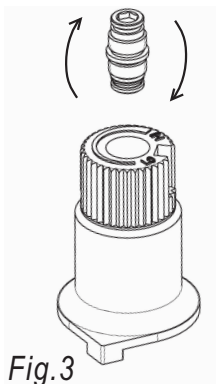

Fig.3
- 14) Flip the screw (Fig. 3).